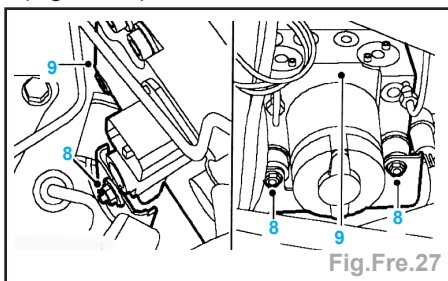

Fig.Fre.27
- les 3 fiches (3) multibroches du modulateur d'ABS,
- les 2 raccords (4) union de tuyau d'entrée de frein de l'avant du modulateur,
- les 4 raccords (5) union de tuyau de sortie de frein du sommet du modulateur,
- les 2 raccords (6) union de tuyau de sortie du modulateur vers la soupape réductrice sensible à la pression (PCRIV) et déposer les tuyaux,
- Desserrer les 3 écrous (8) maintenant le modulateur sur le support de fixation (Fig.Fre.27).